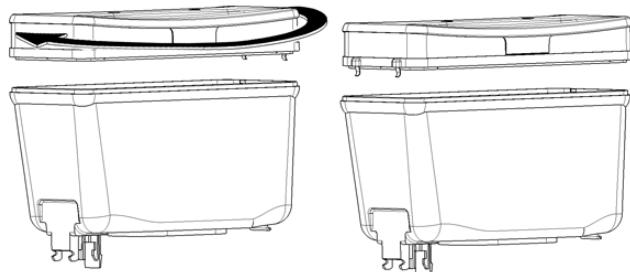

figure 1
- 9** Tournez le couvercle de 180° pour l'éteindre. (voir figure 1)